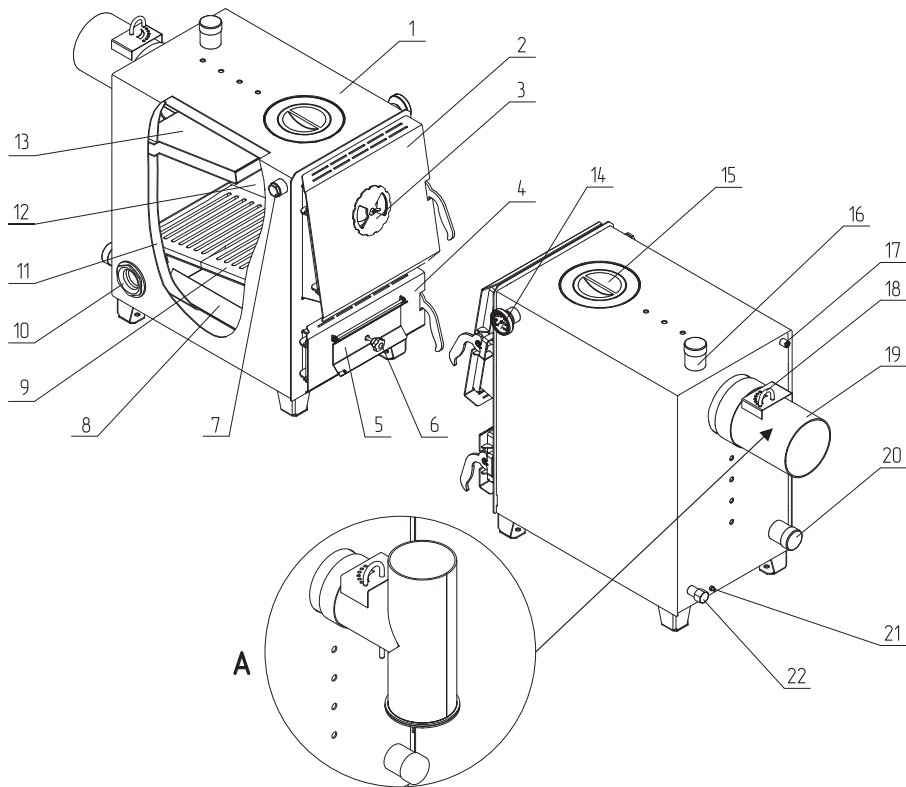

Рис. 1 Устройство аппарата ZOTA Енисей
- Эксплуатировать аппарат без установленного зольного ящика (**Рис. 1, поз. 8**);